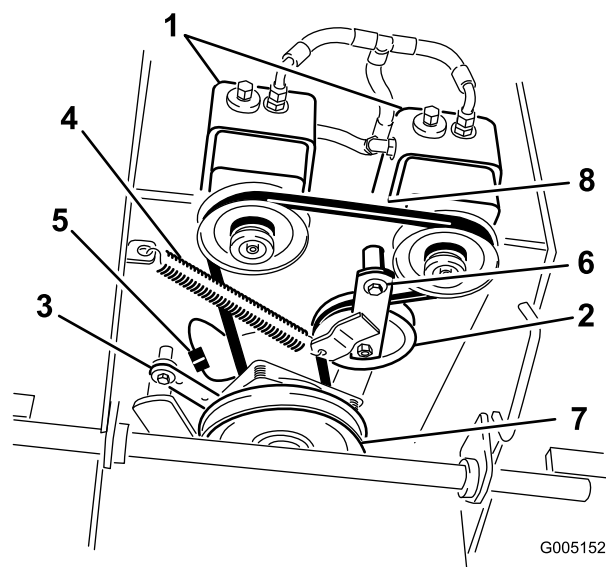

Figure 63
- Détachez le dispositif de retenue de l'embrayage du plancher moteur (Figure 63).
- Décrochez le ressort de tension du bâti (Figure 63).
- Placez le ressort de tension entre le bras de la poulie de tension et la patte du bâti (Figure 63).
- Reposez le dispositif de retenue de l'embrayage sur le plancher moteur (Figure 63).